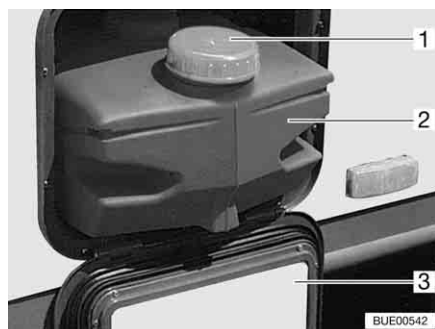

Bild 188 Wassertank 22 l
Bei Transport den Wassertank mit dem Verschlussdeckel (Bild 188,1) verschließen.
- Serviceklappe (Bild 188,3) öffnen (siehe Kapitel 6).
- Wassertank (Bild 188,2) herausziehen.
- Wassertank (Bild 188,2) herausziehen und entleeren.